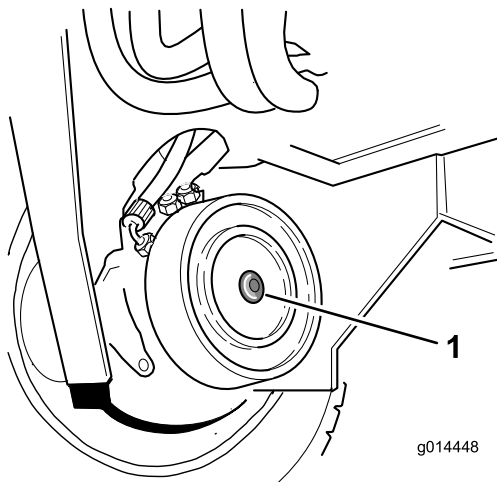

Figure 61
5. Serrez la vis d'arrêt dans le trou fileté du piston de frein jusqu'à ce que le frein soit desserré (Figure 61).